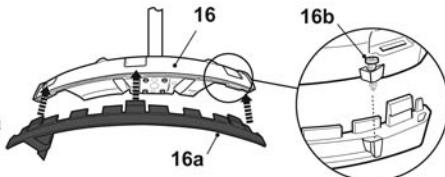

Fig. 6
- > No modo de cortador, com o cabeçote de corte, encaixe a capa protetora [16a] na proteção [16], deslizando os três encaixes até às ranhuras correspondentes (fig. 6) e aparafusando o parafuso [16b].